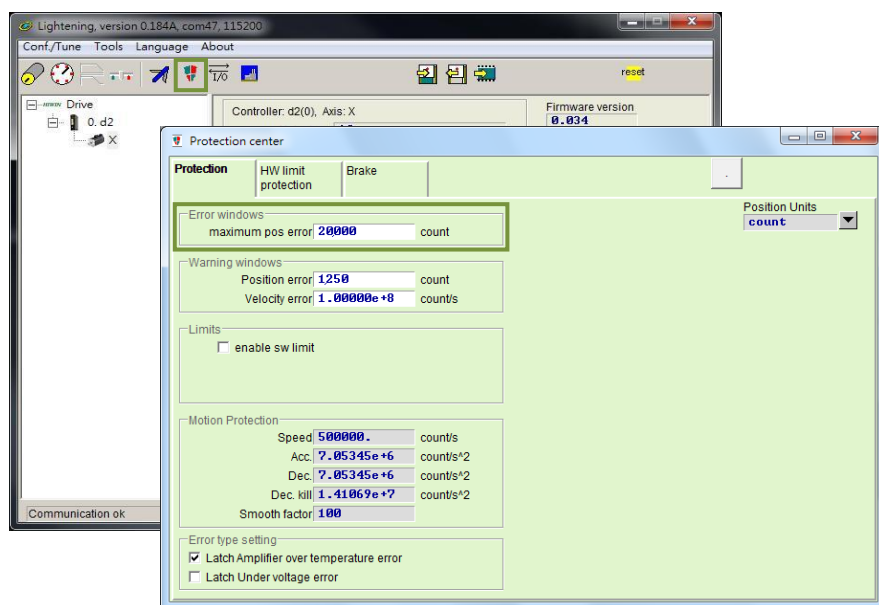

図 9.3.1
- (1) 図 9.3.1 の手順で最大位置誤差を修正します。
- (2) 位置誤差を初期値より大きく設定することは推奨しません。初期値で「ERR E03」が表示される場合は、サーボ剛性を調整してください。